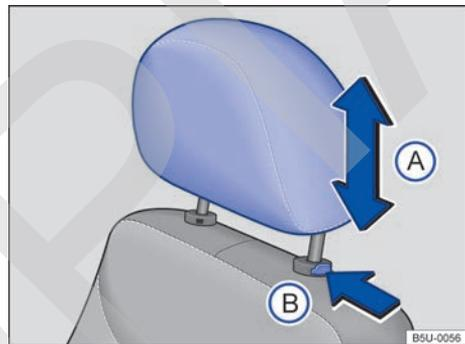

Fig. 40 Ajustar el apoyacabezas delantero.
- Empuje el apoyacabezas hacia arriba o hacia abajo en el sentido de la flecha → fig. 40 (A) → ⚠.